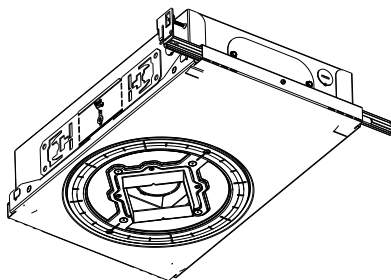

Fig. 2
- c. Inserte la barra de colgado interna en la ranura de la barra de colgado presente en el extremo del alojamiento del D2. Asegúrese de que el tornillo esté en la parte superior (consulte la Fig. 2).